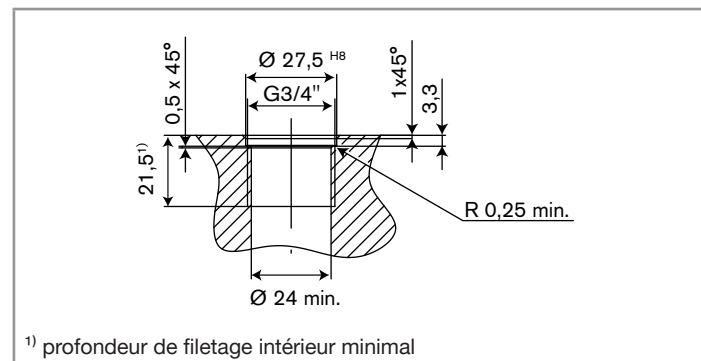

Fig. 11 : Gabarit de filetage pour l'adaptateur [mm]
- Installer l'appareil sur le tuyau ou la paroi du réservoir à l'aide d'un adaptateur qui respecte le gabarit de filetage de Fig. 11.